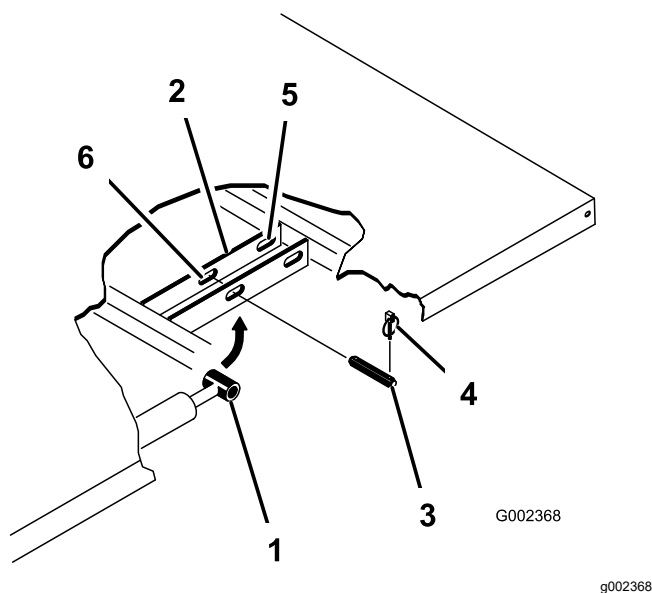

Figura 33
3. Rimuovete le coppiglie ad anello dalle estremità esterne dei perni con testa dell'asta del cilindro (Figura 33).
4. Rimuovete i perni con testa che fissano le estremità dell'asta del cilindro alle piastre di fissaggio del pianale, premendoli verso l'interno (Figura 33).
5. Rimuovete le coppiglie ad anello ed i perni con testa che fissano le staffe orientabili ai profilati del telaio (Figura 33)